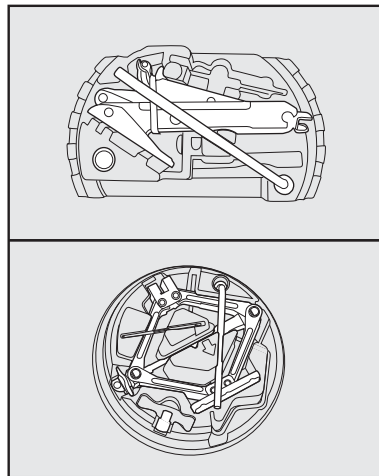

fig. 18
- Ponga el crique en el portaherramientas **fig. 18**, encajándolo de modo a evitar vibraciones o que se suelte durante la marcha.